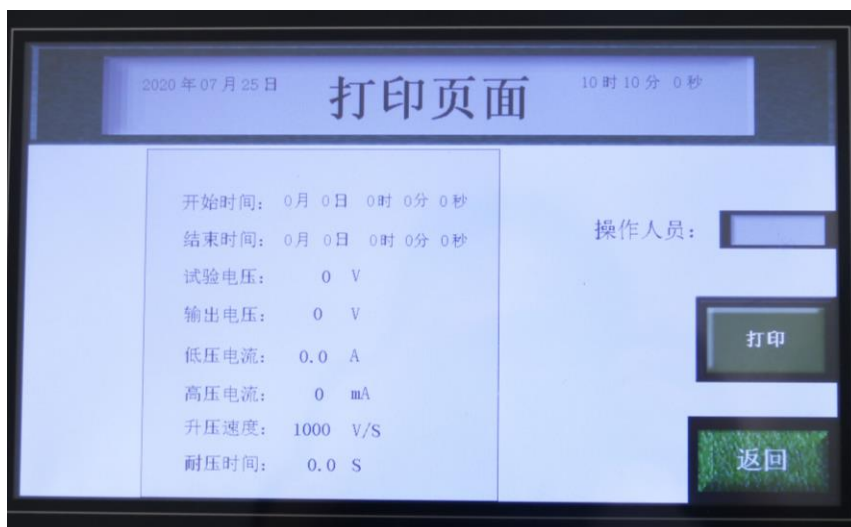

图 6-4 打印页面
6.4.2 点击“返回”，返回到主页面。如图 6-4 所示。